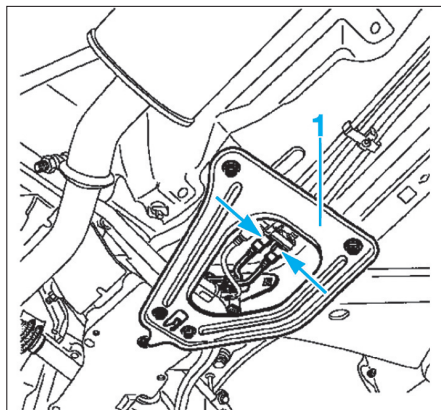

Fig. 59
- les deux tirants (1) arrière du berceau (Fig.59).